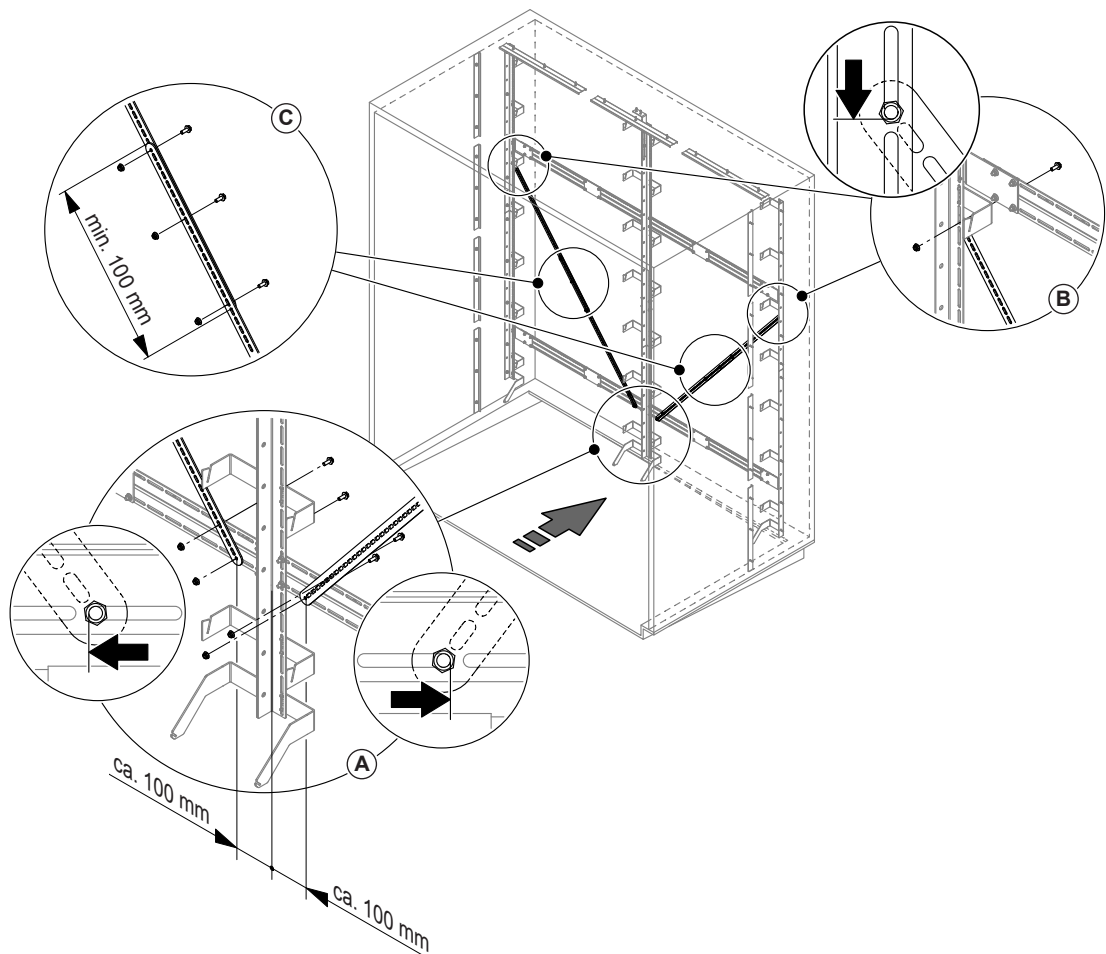

Abb. 14: Diagonalverstreben montieren
- Zuerst die unteren Diagonalstreben in einem Abstand von ca. 100 mm zur Mitte der Vertikalstütze von vorne (in Strömungsrichtung gesehen) mit einer Schraube M6 x 16 mm und Mutter (mitgeliefert) in dem entsprechenden Langloch in der unteren Reihe am Querträger befestigen. Dann die unteren Diagonalstreben im Langloch des Querträgers bis zum Anschlag nach links bzw. nach rechts schieben und die Schraubverbindungen leicht festziehen (siehe Detail A in Abb. 14).
- Die oberen Diagonalstreben von hinten (in Strömungsrichtung gesehen) mit einer Schraube M6 x 16 mm und Mutter (mitgeliefert) so an den seitlichen Trägerprofilen und der mittleren Vertikalstütze (nur bei Luftkanälen/Lüftungsgeräten mit einer Breite >4500 mm vorhanden) befestigen (siehe Detail B), dass die Überlappung der oberen und unteren Diagonalstreben mindestens 100 mm beträgt (siehe Detail B und C in Abb. 14). Dann die oberen Diagonalstreben bis zum Anschlag im Langloch nach unten schieben und Schraubverbindung leicht festziehen.
- Die oberen und unteren Diagonalstreben überlappen und mit je drei Schrauben M6 x 16 mm und Muttern (mitgeliefert) fixieren (siehe Detail C in Abb. 14).
- Zum Schluss die unteren Diagonalstreben mit einer zweiten Schraube M6 x 16 mm und Mutter (mitgeliefert) in der oberen Reihe der Langlöcher am Querträger befestigen (siehe Detail A in Abb. 14) und alle Schraubverbindungen an den Diagonalstreben festziehen.